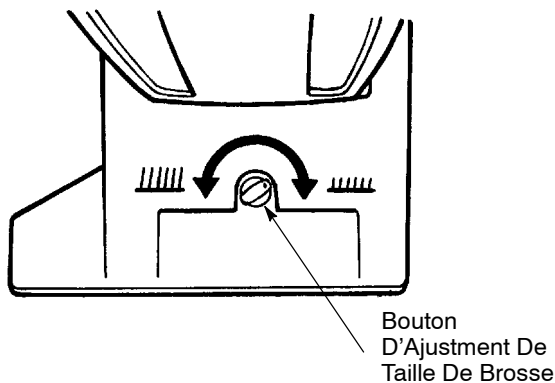

FIG. 3
3. Réglez la hauteur de la brosse pour l'adapter aux poils de la moquette en tournant le bouton de réglage de la hauteur de la brosse qui se trouve sur le logement de la brosse (Figure 3).